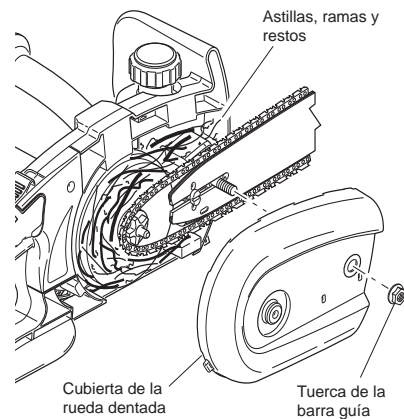

Figura 10 - Remoción y limpieza de restos de la tapa de la rueda dentada
2. Afloje y quite la tuerca de la barra guía (vea la Figura 10).